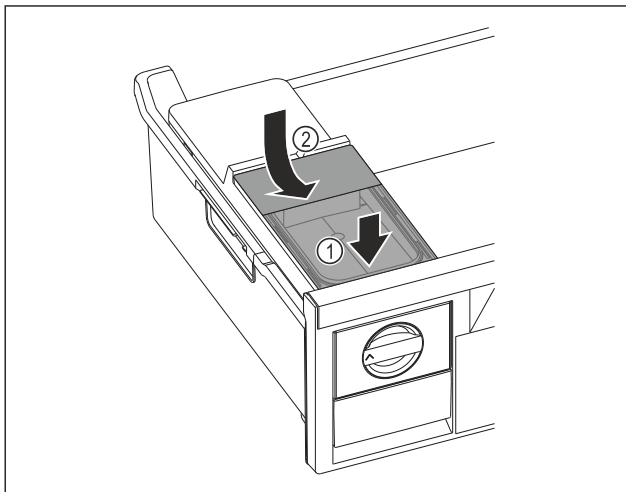

Fig. 76
- Colocar el depósito de agua por delante. Fig. 76 (1)
- Bajar el depósito de agua por detrás. Fig. 76 (2)